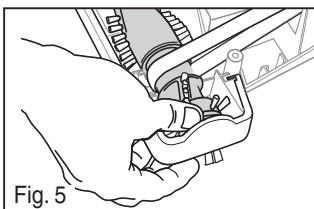

Fig. 5
- Inserte el extremo izquierdo del cepillo de rodillo primero. Asegúrese que las tapas de los extremos encajen en la base (Fig. 5).